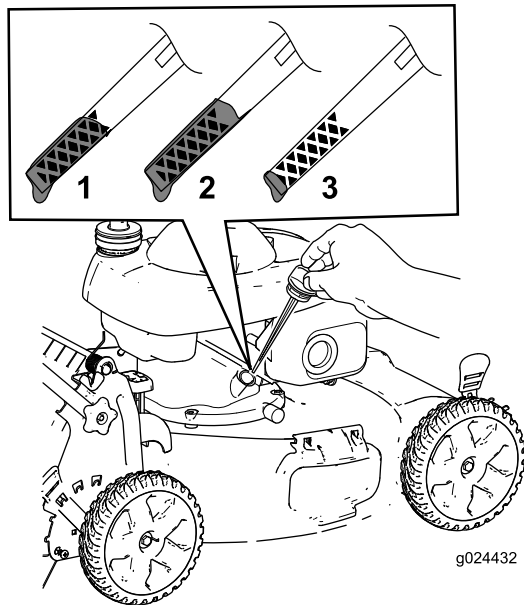

Figure 8
2. Tournez le bouchon dans le sens antihoraire et sortez la jauge (Figure 8).
7. Vérifiez le niveau d'huile indiqué par la jauge (Figure 8).